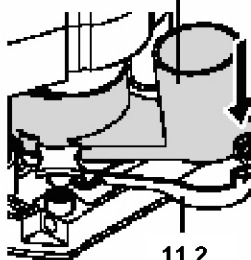
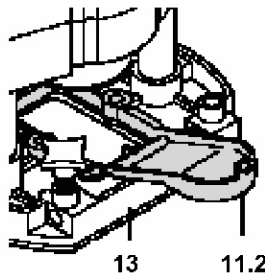

Рис. 4
Рис. 5
2. Пылеотвод состоит из двух частей 11.1 и 11.2 (см. рис.4). Для облегчения снятия его допускается разобрать, надавив на защелку, как показано на рис.4. После этого вынимается сначала верхняя часть пылеотвода, а затем нижняя (см. рис.5).